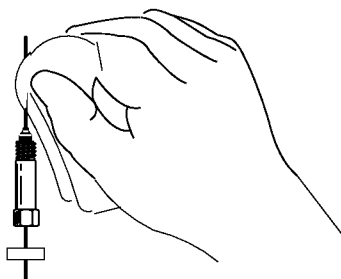

图 12 擦拭色谱柱
- 4 用蘸有甲醇的丝绸布擦拭毛细管柱壁（如图 12），去掉指纹和灰尘。